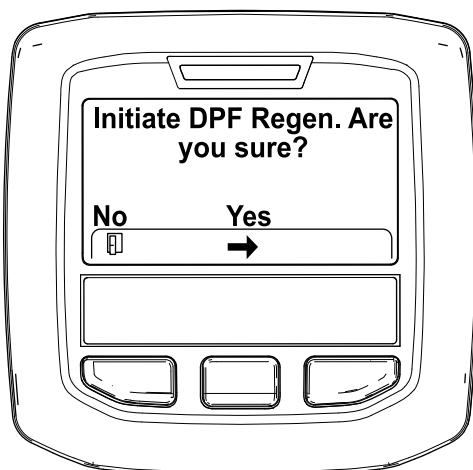

Figure 40
4. Quand le message "Initiate DPF Regen. Are you sure?" (Lancer régénération FAP. Confirmer ?) s'affiche, appuyez sur le bouton central (Figure 40).